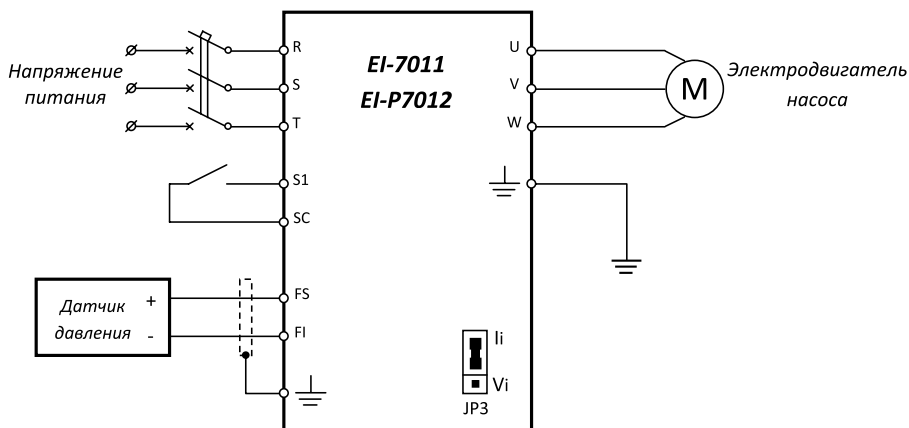

Рис. 5. Схема подключения преобразователей частоты серии EI-7011 и EI-P7012
1. Подключить преобразователь частоты согласно рис. 5.